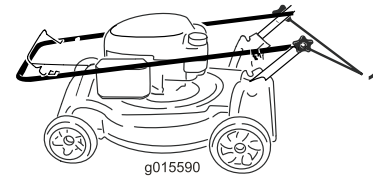

Figura 35
1. Afloje los pomos del manillar hasta que pueda mover el manillar libremente (Figura 35).
1. Pomo del manillar (2)
2. Mueva del manillar hacia adelante según se indica en Figura 35.